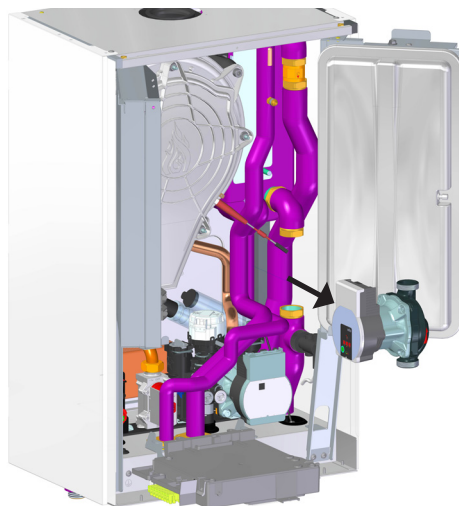

fig. 50 - Vervanging/onderhoud van de circulator van de warmtepomp
- Schroef de uitlopen los en verwijder de circulator (fig. 50.)